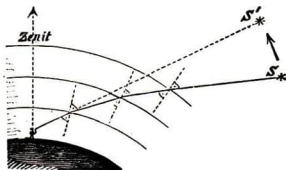

Abb. 238. Atmosph. Strahlenbrechung
b) Die atmosphärische Strahlenbrechung (Abb. 238) läßt uns die Sterne in etwas höherer Lage erscheinen.